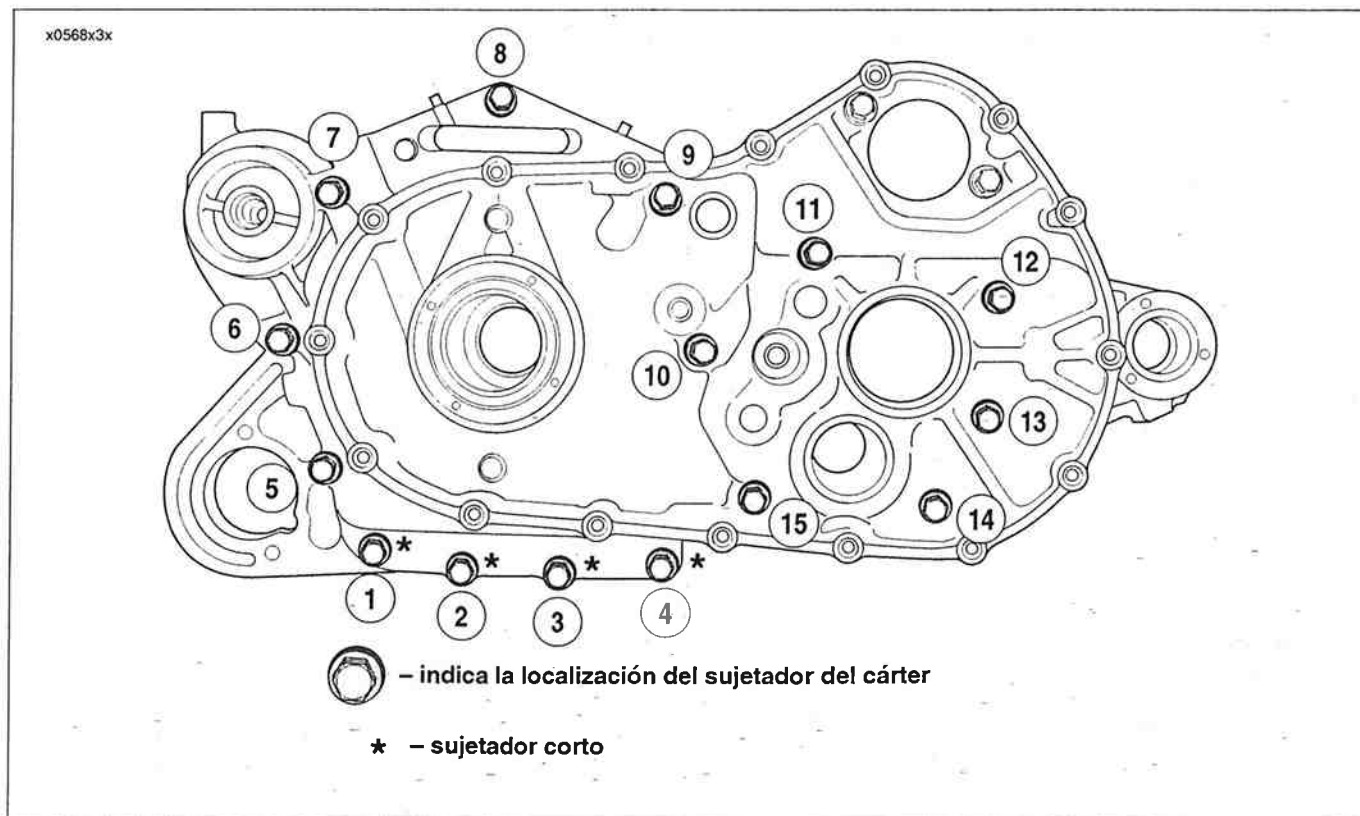

Figura 3-113. Sujetadores del cárter
- e. Vea la Figura 3-113. Aplique unas gotas de LOCTITE 262 (rojo) a las últimas roscas de cada sujetador del cárter e instale los sujetadores (once largos y cuatro cortos) en el cárter en las ubicaciones mostradas.
- f. Apriete los sujetadores a 20,3-25,8 N·m (15-19 lb·pie) en la secuencia mostrada en la Figura 3-113.